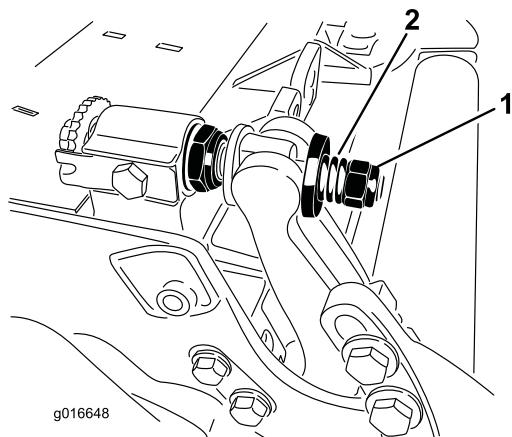

Figura 33
5. Apriete la tuerca de tensado del muelle hasta que el muelle esté comprimido del todo, luego aflojela $\frac{1}{2}$ vuelta (Figura 33).
11. Apriete la tuerca de cada ajustador de la barra de asiento hasta que el muelle de compresión esté comprimido del todo, luego afloje la tuerca 1/2 vuelta (Figura 33).